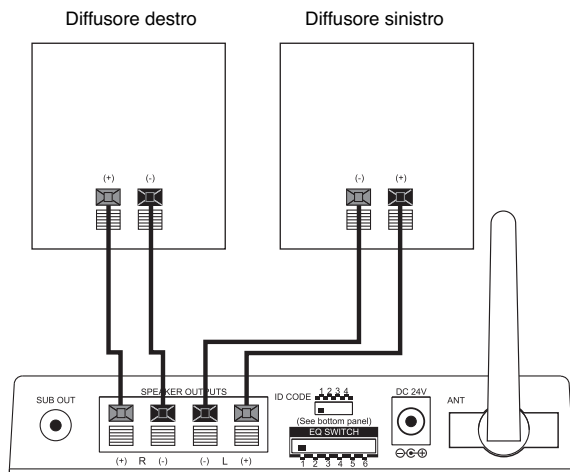

Figura 4.
Collegare il cavo del diffusore ai terminali del modulo ricevitore ① ed ai terminali situati sul retro dei diffusori, come mostrato nella Figura 4. Notare che il cavo del diffusore dispone di un indicatore della polarità per aiutare a distinguere i suoi due conduttori. Usare tale indicatore per collegare in modo corretto i terminali, il terminale positivo (+) di un diffusore al terminale positivo (+) dell'altro, ed il terminale negativo (-) al negativo (-).